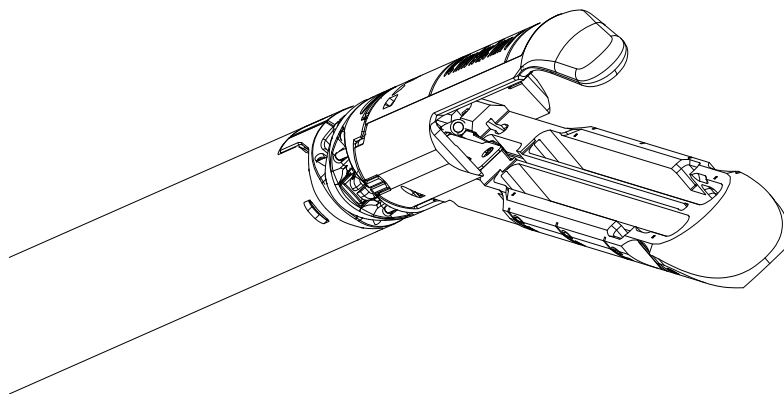

Figura 2.32 Enxágue e limpe as mandíbulas para remover os grampos soltos
10. Limpe com uma gaze estéril úmida de 4x4, prestando atenção especial às cavidades da bigorna, ao canal de recarga e à parte de trás do canal de recarga (Figura 2.32).